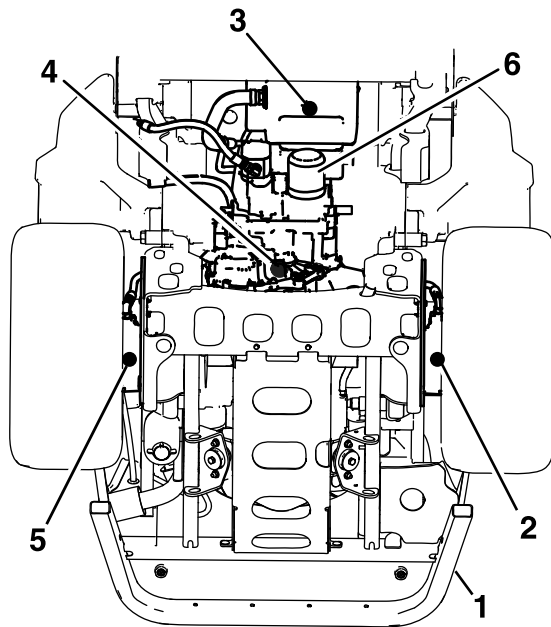

Figure 69
et les moteurs des roues gauche et droite (Figure 69).
5. Enlevez chaque bouchon de vidange et vidangez le liquide hydraulique (Figure 69).
6. Nettoyez la surface autour du filtre à huile hydraulique et retirez le filtre (Figure 69).